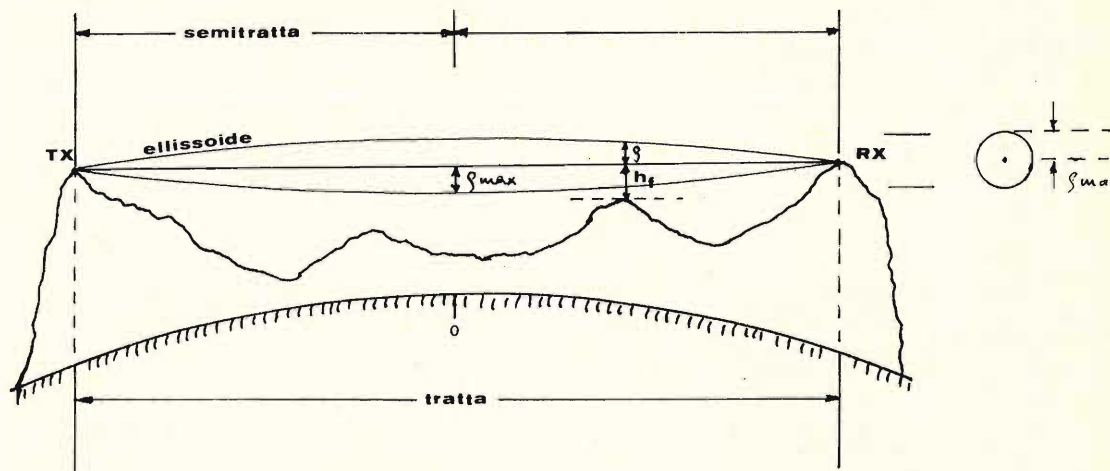
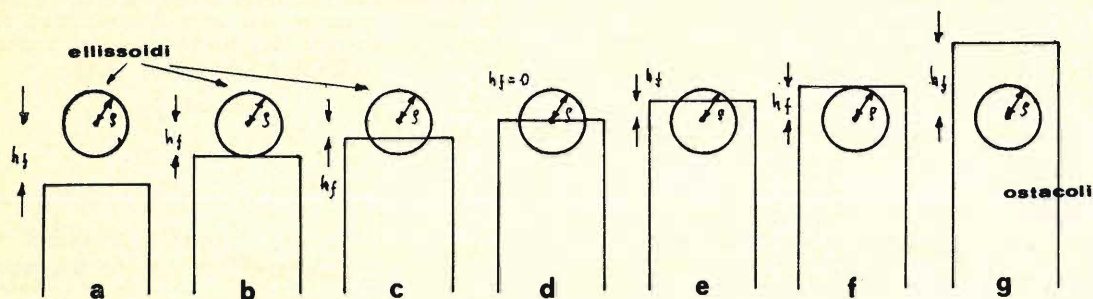
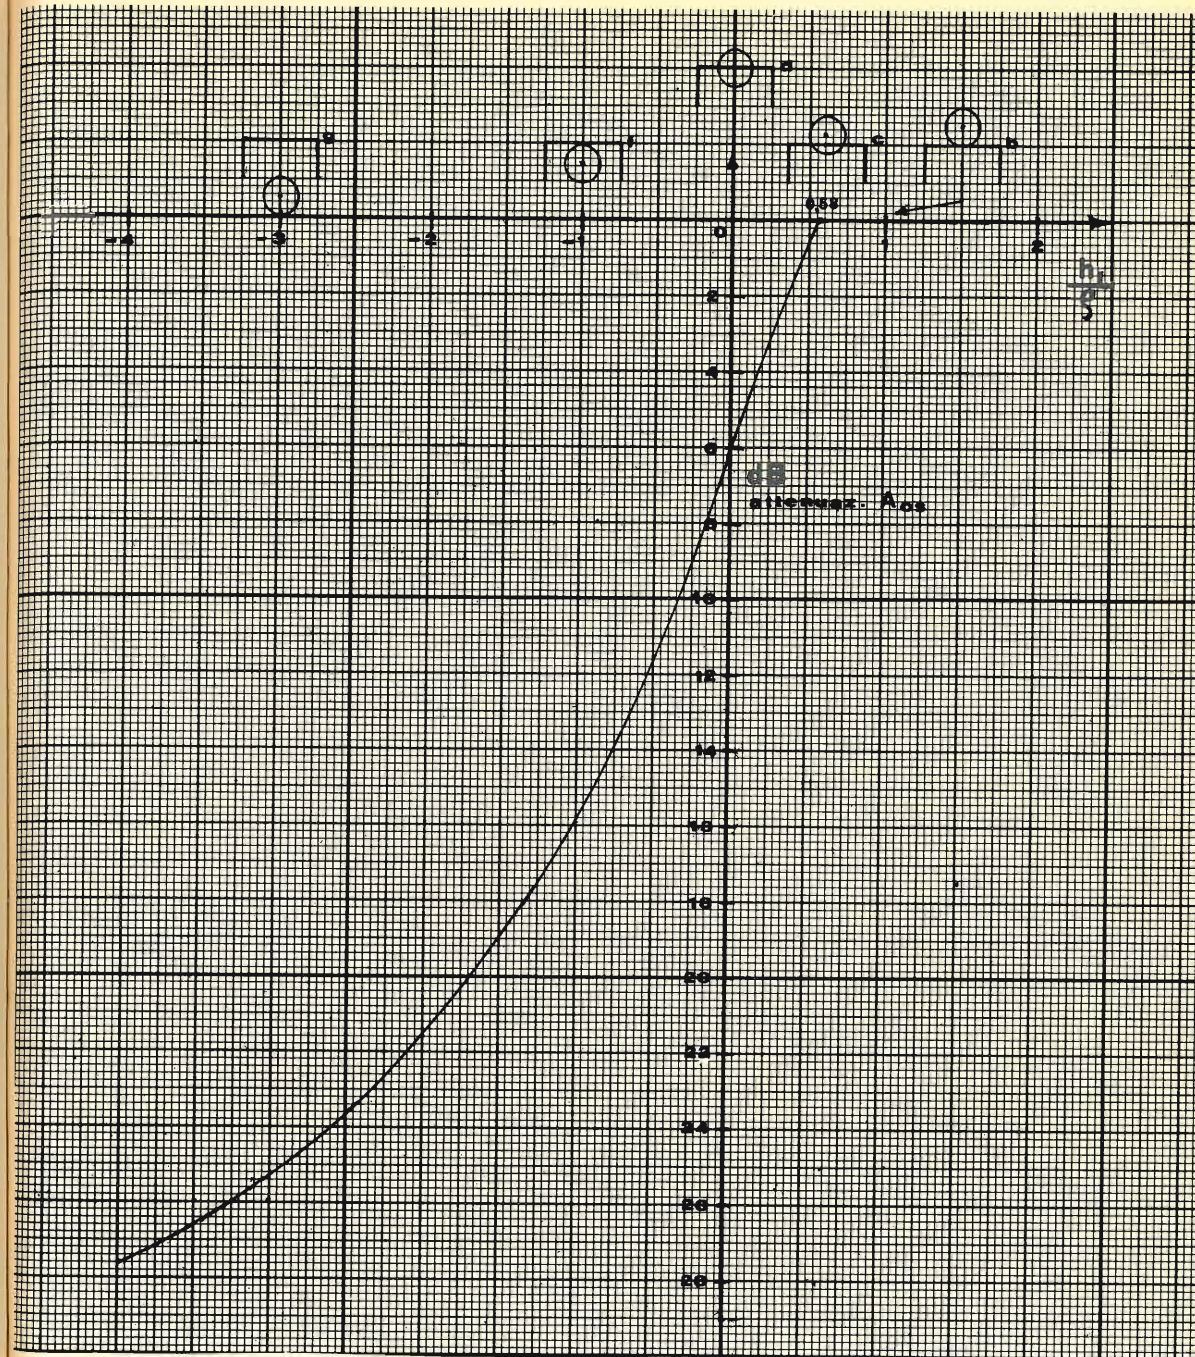

figura 15
figura 16
figura 17
Questo solido prende nome di 1° ellissoide di Fresnel. In teoria si tratterebbe infatti proprio di un vero ellissoide con i rispettivi fuochi in TX e RX. Per tutti gli scopi pratici è però sufficiente considerarlo fusiforme come in figura 15. Per la relativa determinazione geometrica, e quindi per la relativa tracciatura sul profilo di tratta, si potrà facilmente procedere in base ai grafici di cui alle figure 18 e 19 che vedremo successivamente.
Queste attenuazioni, ovviamente, dovranno essere introdotte nel « Modulo di Tabulazione » di cui alla figura 7. Vediamo ora in figura 16 le situazioni che nella pratica effettiva si possono presentare. Immaginiamo di porci fisicamente dove si trova l'antenna ricevente della figura 15 e di guardare verso il TX. In questo caso si rileva che non vi sono ostacoli interposti per cui la visibilità « radioelettrica » è assicurata. Se però l'ostacolo dovesse invadere l'el-
lissoide, a seconda delle caratteristiche di questa interferenza (eventualmente variabile in conformità delle variabili condizioni della troposfera e quindi dell'indice troposferico « K »), possono verificarsi diverse situazioni che riportiamo schematicamente appunto in figura 16. Il grafico di figura 17 fornirà poi il valore dell'attenuazione da computare nei singoli casi, sotto la voce « attenuazione da ostacolo » ( $A_{os}$ ).
- e - il franco sull'ostacolo diventa negativo, cioè  $h_1 < 0$  l'attenuazione aumenta vedere figura 17.
Si tratta di casi di interazione tra ostacolo ed ellissoide rappresentati qualitativamente in figura 16. Il grafico si riferisce all' $A_{os}$  prevista teoricamente su spigolo vivo; il caso pratico si discosta solitamente da questa condizione e l'attenuazione aumenta.
Il grafico di figura 17 ci consente di calcolare l'attenuazione da ostacolo ( $A_{os}$ ) in dB in funzione del rapporto
il cui significato è ben visibile negli esempi di figura 16.
5) determinare ora in funzione di  $h_t/\varphi$  l'entità della attenuazione da ostacolo ( $A_{os}$ ) direttamente in dB, mediante la figura 17;